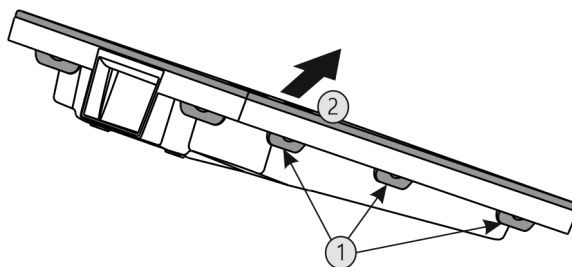

Fig. 42
- ▶ Pritisnite sve spojnice Fig. 42 (1) redom i skinite poklopac Fig. 42 (2).